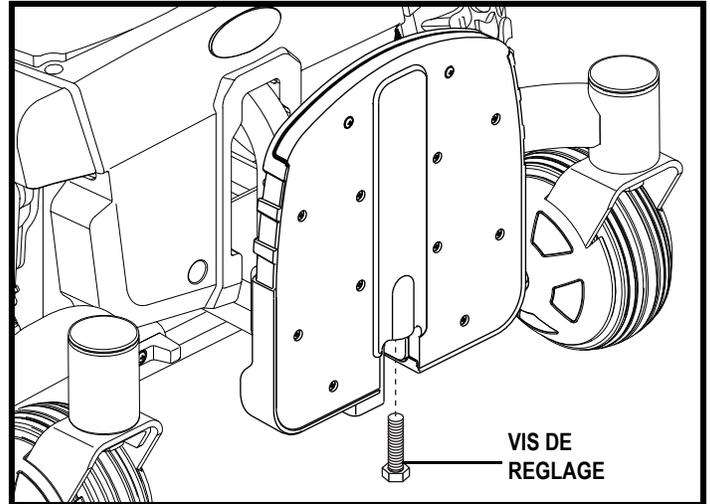

Figure 23. Réglage de l'angle du repose-pieds
1. Relevez le repose-pieds pour trouver l'emplacement de la vis de réglage. Voir la figure 23.